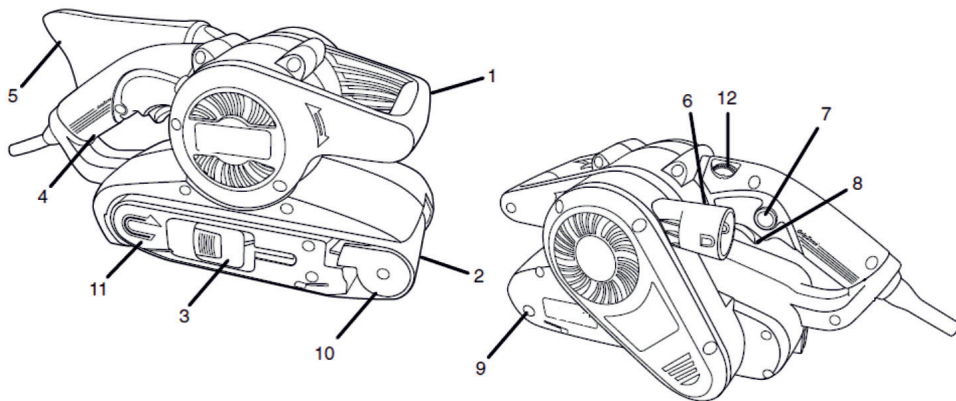

Рис. 1
- вращая винт (поз. 9, Рис.1) по часовой или против часовой стрелки, обеспечить параллельность шлифовальной ленты к плоской стороне инструмента. Если шлифовальная лента по-прежнему сбегает с инструмента, нужно заменить её новой лентой.
Для регулировки оборотов необходимо вращать регулятор оборотов (поз. 12, Рис. 1).
Для установки мешка-пылесборника или подключения пылесоса используется патрубок (поз. 6, Рис. 1).
Включение и выключение инструмента производится путем нажатия пускового курка (поз. 8, Рис.1). Инструмент следует включить до момента соприкосновения с обрабатываемой поверхностью. Перед тем как выключить инструмент, его следует поднять над обрабатываемым изделием.
- нажмите на курок (поз. 8, Рис.1).
- не отпуская курок, нажмите на кнопку фиксации курка (поз. 7, Рис.1).